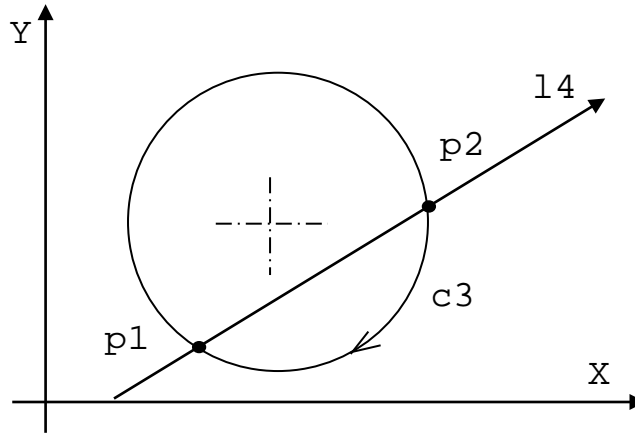

Рисунок 2.55
- точка пересечения прямой и окружности, определённая ранее (рисунок 2.55):